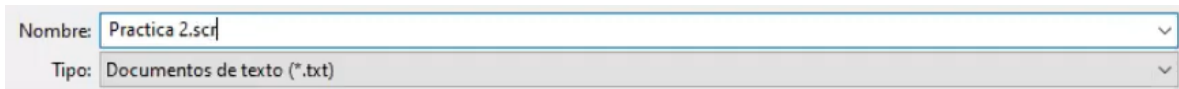

Figura 168. Guardado.
19. En el bloc de notas, borrar las dos comas que se encuentran después del comando `_pline` y guardarlo como archivo de texto con extensión “.scr”. Figura 168.